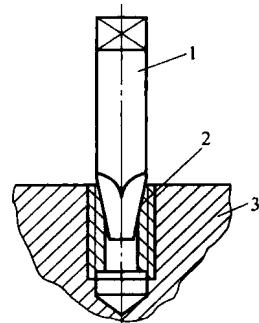

图 1-1 取出折断螺柱残端
2) 折断螺栓（螺柱）残端与螺纹孔面持平，或者还低于螺纹孔平面时，可在折断螺柱残端端面中心打一个样冲眼，并用比折断螺柱螺纹直径小 $1.5 \sim 2\text{mm}$ 的钻头，按打好的样冲眼在折断螺栓（螺柱）残端钻个孔，然后把带方柄的锐利的三角形楔锥装入已钻好的孔中（图 1-1），用锤子敲入（用力要适当），使之牢牢“咬住”。把扳手套在方柄上，按螺纹旋出方向旋转，即可取出折断螺栓（螺柱）残端，且不会损坏箱体上螺纹。